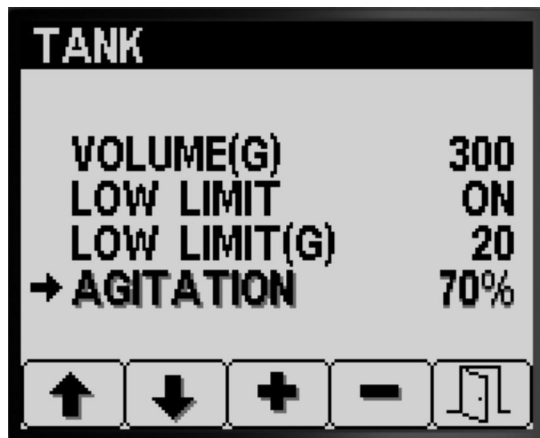

図 15
4. ボタン 1 と 2 で攪拌オプション間の移動  図 15。
5. ボタン 4 は攪拌の入力  図 15。
6. ダッシュボード上の水圧計で散布水圧を見ながら、ボタン 3 と 4 を使用して攪拌水圧を、ステップ 2 で計算した攪拌水圧に調整する  図 15。